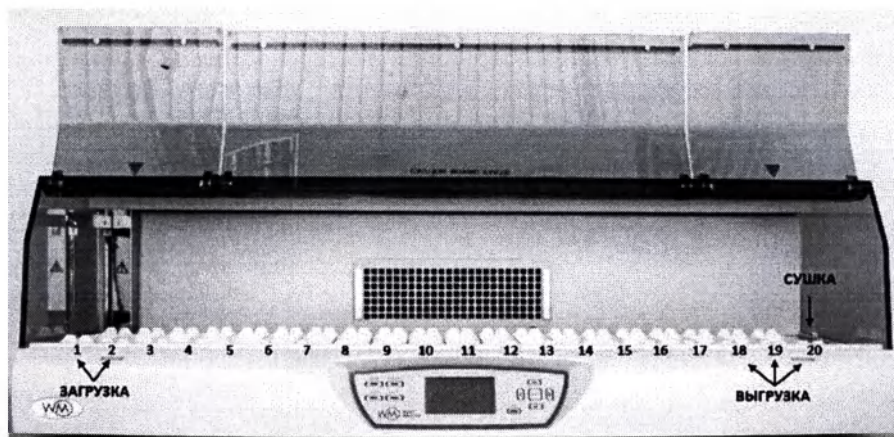

Рисунок 20. Ванночки для загрузки и выгрузки штатива с предметными стеклами
Может быть установлено до 3-х промывочных ванночек в любой из позиций между 4 и 17 (Рисунок 20), в соответствии с составленной картой реагентов.
Расположение ванночек для загрузки и выгрузки штатива с предметными стеклами (Рисунок 20):
- Для загрузки штатива с предметными стеклами может быть определено от одной до двух ванночек (поз. 1 и 2, Рисунок 20).
- Для выгрузки штатива с предметными стеклами, с включенной функцией сушки от одной до двух ванночек, если функция сушки отключена, то от одной до трех ванночек (поз. 18, 19, 20, Рисунок 20).
Если включена функция сушки (Рисунок 20, позиция 20), учтите, что в этом случае данная позиция не может использоваться в качестве позиции для выгрузки. Поместите пустую ванночку в позицию 19 и задайте ее как позицию для выгрузки в случае программ, использующих ванночку для сушки.